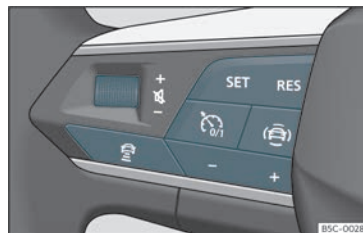

Fig. 170 No volante multifunción: botóns para manexar o ACC
O seu vehículo dispón de ACC se conta cun menú de configuración no sistema de Infotainment»» páx. 95, e se tes os botóns propios da función ACC no volante multifunción »» **fig. 170.**
- Para comezar a regulación, prema o botón SET»» fig. 170.
Para programar a velocidade prema os botóns + ou - >>> **fig. 170** ata a velocidade desexada. O axuste de velocidade realízase en intervalos de 10 km/h (5 mph).
- Prema o botón  e, a continuación, o botón + ou - >>> **fig. 170**.